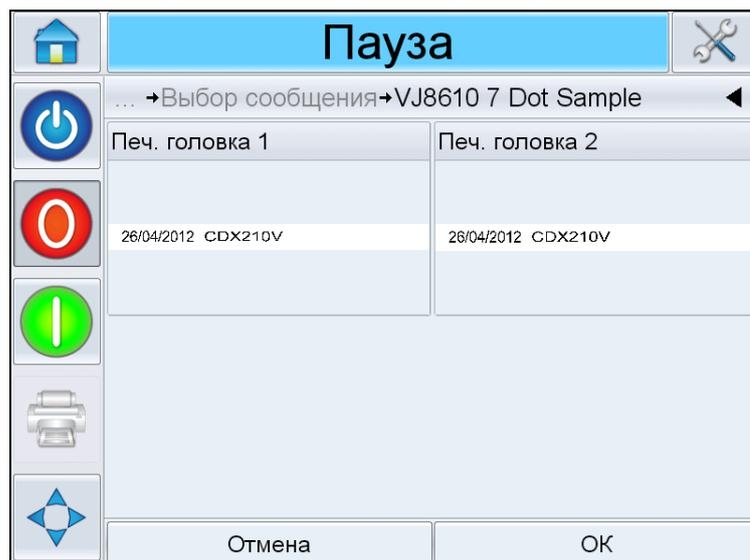

Рис. 6-17: Просмотр при выборе задания
- c. Можно выполнить просмотр назначенного задания (см. Рис. 6-17).